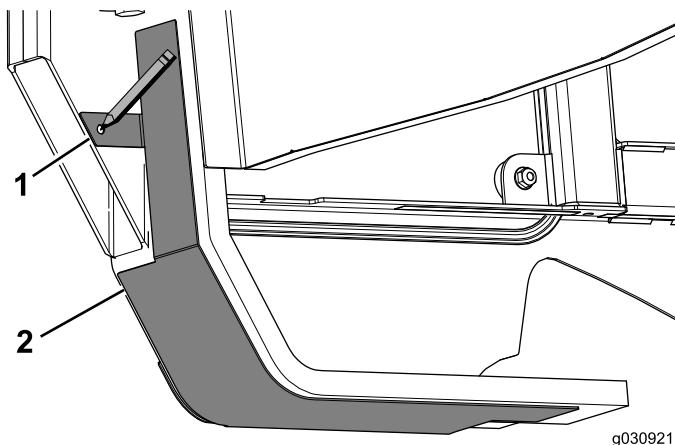

图27
3. 找到并钻开足够适合螺栓 (1/4 x 3/4 英寸) 的孔, 将标签固定到面板组件上 (图27)